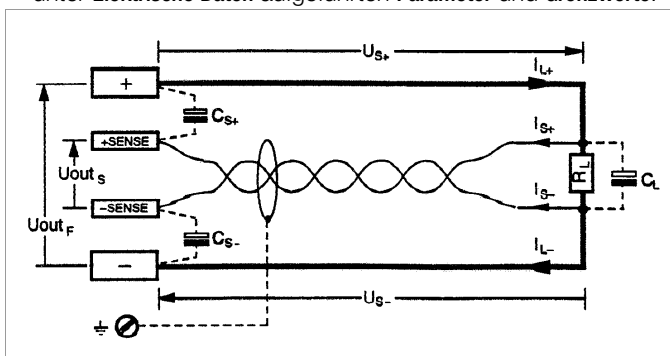

Bild 5.2 Lastanschluss mit Fühlerbetrieb
- Für den Betrieb mit Fühlerleitungen gelten die **im Bild 5.2** und unter **Elektrische Daten** aufgeführten **Parameter** und **Grenzwerte**.
- Durch je einen Kondensator (C_{S+} , C_{S-}) zwischen **SENSE-** und **Ausgangsklemme** (siehe Bild 5.2) können Sie den Regelschwingungen entgegenwirken. **Verdrillen der Lastleitungen** reduziert außerdem deren Impedanz.